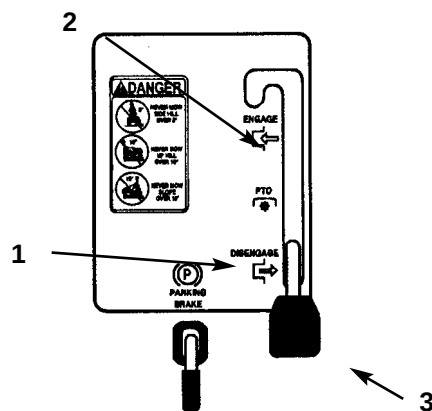

Fig. 4
2. Sæt knivhåndtaget (kraftudtag - PTO) på "TILKOBLET" (ENGAGED) (fig. 4).
2. Sæt knivhåndtaget (kraftudtag - PTO) på "FRAKOBLET" (DISENGAGED) (fig. 4).